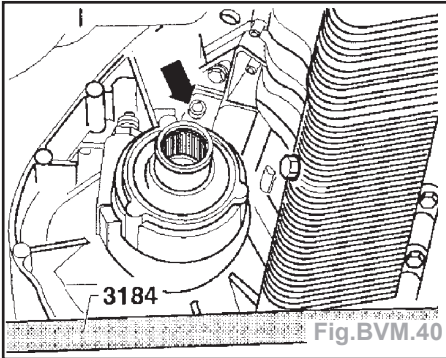

Fig.BVM.40
- Dévisser la vis à six pans creux pour BV / moteur (flèche) (Fig.BVM.40).